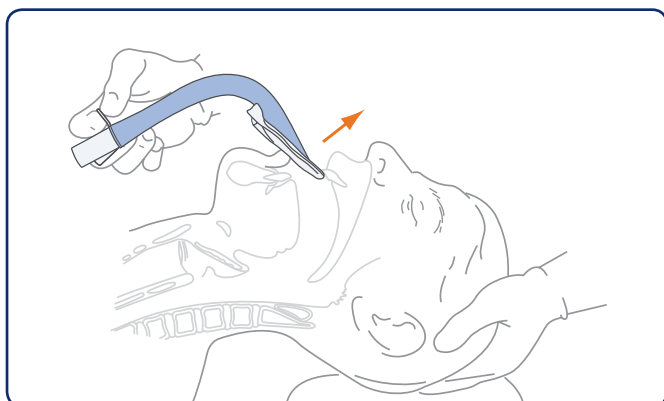

Abbildung 6: Die Spitze der Maske gegen den harten Gaumen drücken
4. Halten Sie die Maske exakt wie in Abbildung 6 dargestellt.